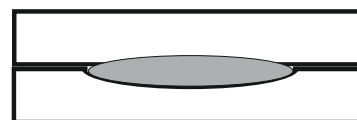

Рис. 3. Сверху покровное стекло, снизу предметное стекло, раствор должен касаться обоих стекол.
2. Пипеткой нанести каплю раствора молока на предметное стекло в середину промежутка между приклеенными стеклами (или в углубление). Диаметр капли должен составлять примерно 7 - 8 мм, не более (см. рис. 2). Сразу аккуратно накрыть промежуток покровным стеклом. Если стекло не коснулось капли, то слегка придавить его сверху (например, сухой спичкой) до касания. При этом стараться не испачкать верхнюю поверхность покровного стекла. Капля должна одновременно касаться поверхностей предметного и покровного стекол (см. рис. 3).